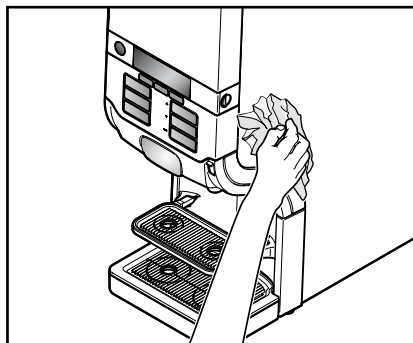

Fig. 50
6. Pulire la parte esterna dell'apparecchio con un panno umido e pulito (fig. 50).